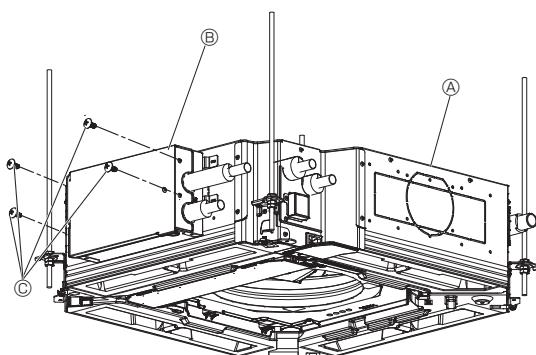

Fig. 4-9
4.5.2. Крепление дополнительного КОМПЛЕКТА КЛАПАНА (Fig. 4-9)